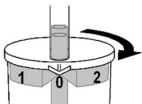

Abb. 2
3. Для нормального всасывания поворачивайте банку до тех пор, пока стрелка на крышке не будет указывать на открытое положение ("0") (Рис. 2)